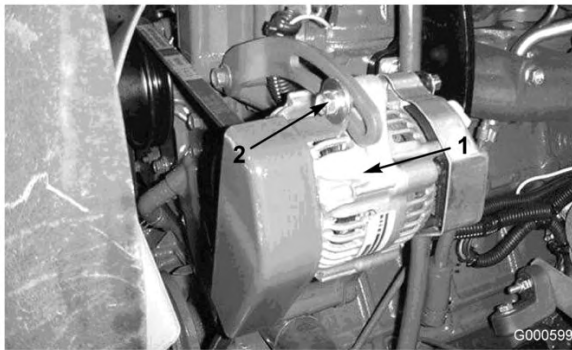

Bild 55
Prüfen Sie den Zustand und die Spannung der Treibriemen (Bild 55) alle 100 Betriebsstunden.
2. Lockern Sie bei einer Durchbiegung von mehr oder weniger als 10 mm die Befestigungsschrauben der Lichtmaschine (Bild 55). Erhöhen oder reduzieren Sie die Spannung des Lichtmaschinen-Treibriemens und ziehen Sie die Schrauben wieder fest. Prüfen Sie die Riemenspannung noch einmal auf korrekte Einstellung.